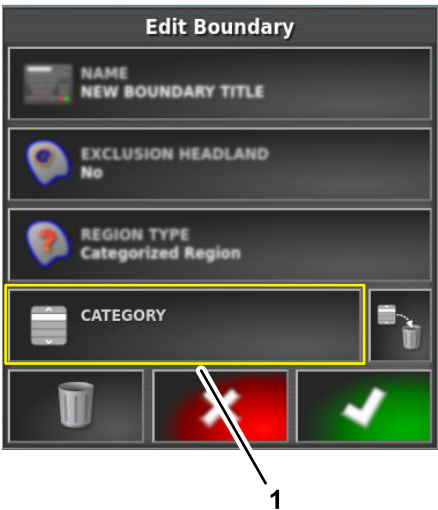

Figura 65
- 3. En el cuadro de diálogo Editar perímetro, pulse el icono CATEGORÍA para mostrar una lista de tipos de categoría (Figura 65).